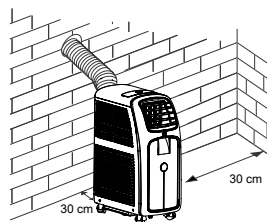

Рис. 1.
- 1) Обеспечить свободное пространство не менее 30 см с фильтрующей стороны устройства. (рис.1).